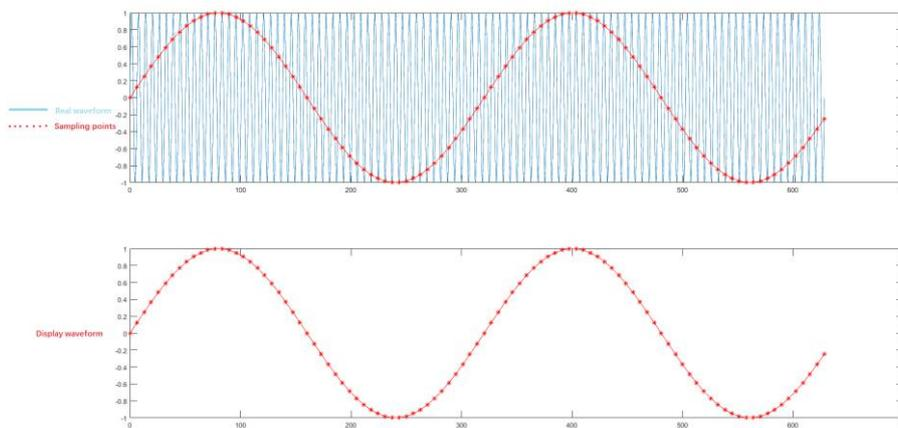

Abbildung 10-2
- Wellenform-Aliasing: Da die Abtastrate 2-mal niedriger ist als die tatsächliche Signalfrequenz (Nyquist-Frequenz), ist die Wellenformfrequenz geringer als die Frequenz des tatsächlichen Signals, wenn die Abtastdaten rekonstruiert werden, wie in Abbildung 10-2 dargestellt.